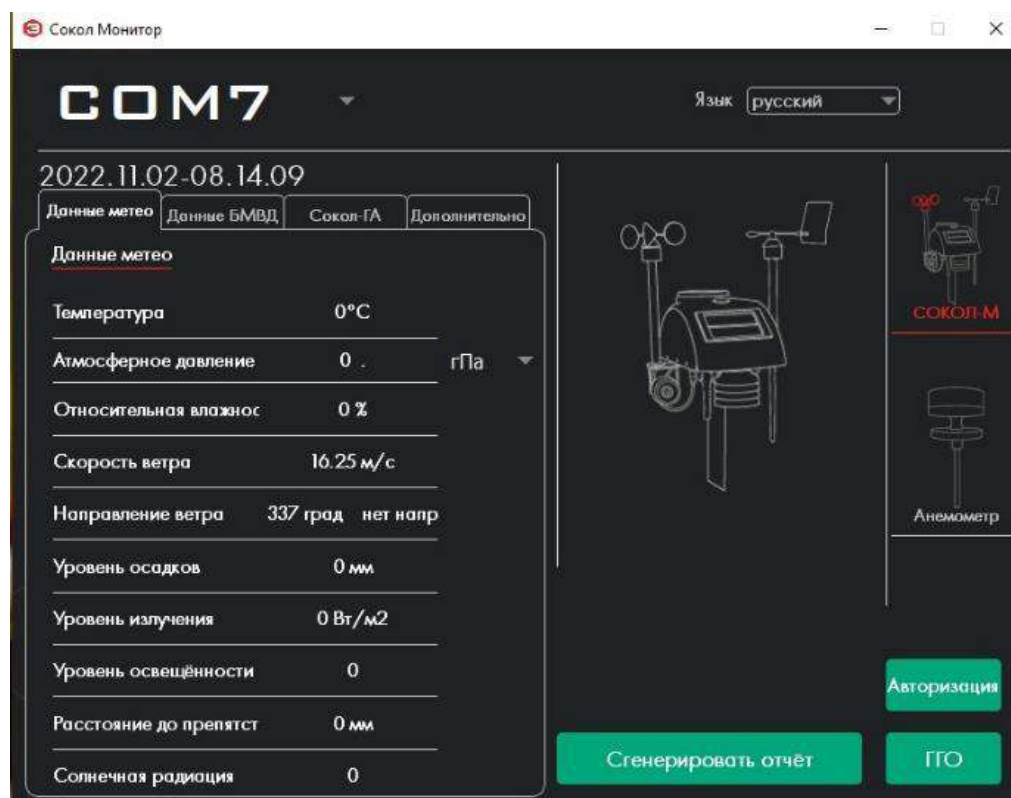

Рисунок 16–Окно SokolMeteo–Monitor.
2.7.4 Далее для обновления отображаемых данных необходимо нажать кнопку Сокол–М (Рисунок 16), после чего появятся метеорологические данные, полученные с анеморумбометра (Направление и скорость ветра)